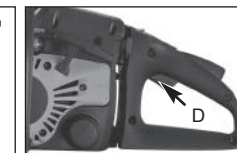

Fig. 9F
7. Laat de motor eerst 10 seconden opwarmen. Duw vervolgens de gashendel (D) in en laat hem weer los om de motor op stationaire snelheid te laten lopen. (Fig. 9F)